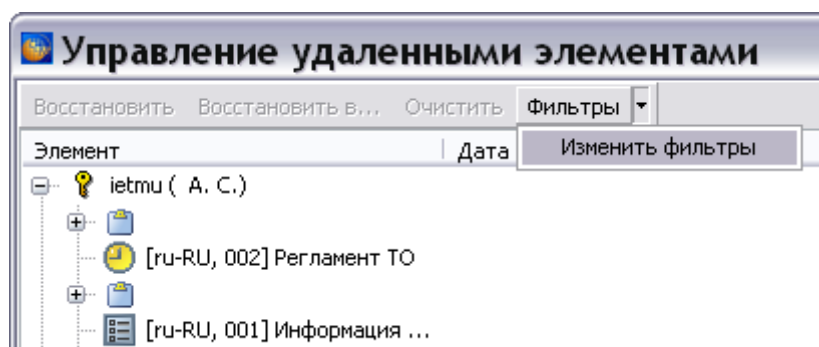

Рис. 4.10
2. Для настройки отображения удаленных объектов в меню **Фильтры** выберите команду **Изменить фильтры** (Рис. 4.10).